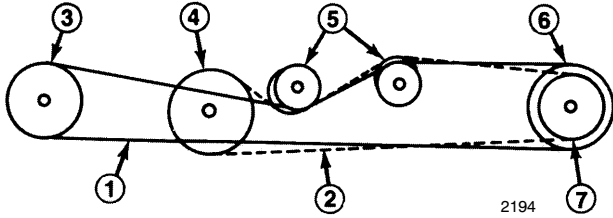

Figure 29
Pour remplacer la courroie de traction ou d'arbre secondaire, suivre la procédure ci-dessous et monter les courroies comme illustré (Fig. 29).
5. Monter les courroies en faisant passer la courroie de traction sur la poulie de transmission comme illustré (Fig. 29).